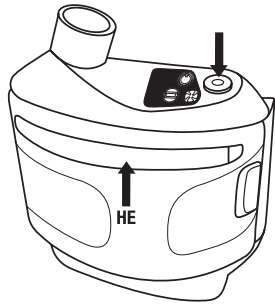

Fig. 11
- La etiqueta del Filtro HE debe quedar visible a través de la ventana de la cubierta del filtro (Fig. 11).
Para encender el motor/ventilador TR-300 presione el botón de corriente (Fig. 11) en la parte superior del equipo. La unidad realizará un auto-diagnóstico. Los LEDs verde de energía encendida (Fig. 12-1), ámbar de batería baja (Fig. 12-2) y rojo de flujo bajo (Fig. 12-3) centellearán 2 a 3 veces y las alarmas sonarán durante este tiempo. Para apagar el motor/ventilador presione y mantenga oprimido por 2 segundos el botón de energía.
- Asegúrese que el Filtro HE esté bien instalado en la unidad PAPR y que el sujetador de la cubierta esté fijo según las *Instrucciones*. La etiqueta del Filtro HE debe quedar visible a través de la ventana de la cubierta (Fig. 11). Puede almacenar el Filtro HE en su lugar en el ventilador de motor.